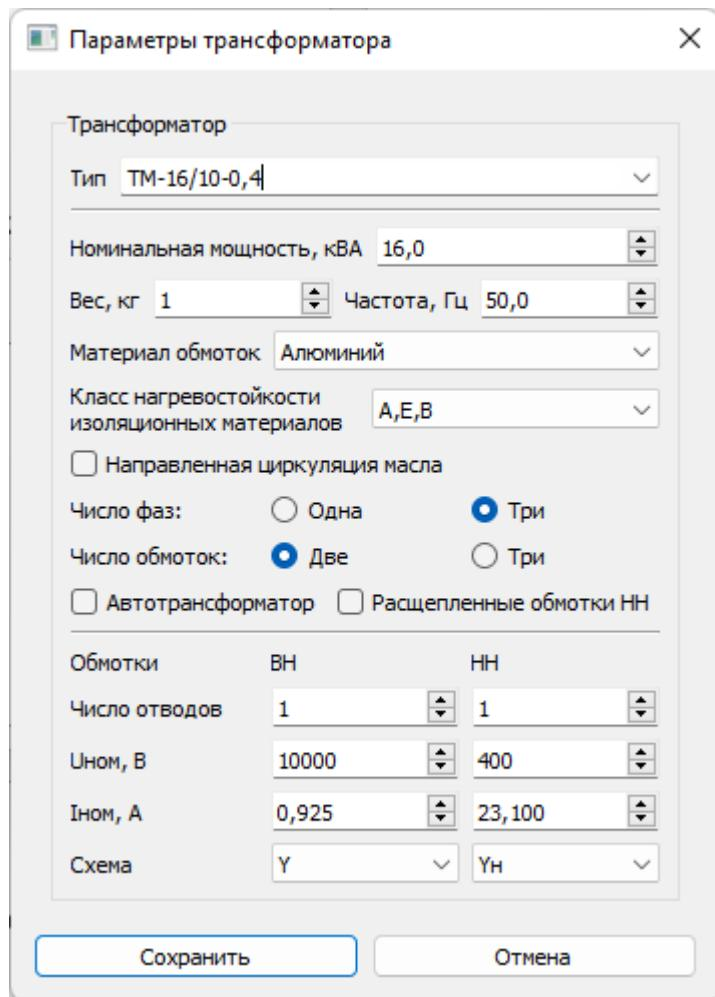

Рис. 33. Окно «Параметры трансформатора»
**6.1.2.** С помощью кнопки «Добавить» можно внести новый тип трансформатора в справочник. При этом откроется диалоговое окно «Параметры трансформатора» (рис. 33). Указав все необходимые данные и заполнив поле «Тип» можно сохранить новый тип трансформатора в справочник.